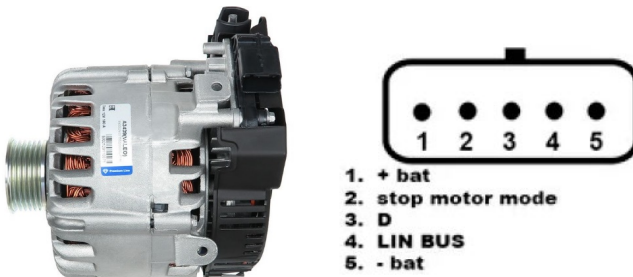

Рисунок 25. Генератор Valeo IST60C017 і позначення терміналів у роз'ємі
2. Підключіть тестер до генератора автомобіля згідно з кольоровим маркуванням кабелю (див. розділ 1) та додаток 1. Підключення генераторів типу **I-StARS** виконуйте за аналогією з прикладом, наведеним нижче (див. рис. 25 і таблицю 5).
Як приклад підключення генераторів типу **I-StARS** на рис. 25 наведено схему підключення генератора Valeo IST60C017.